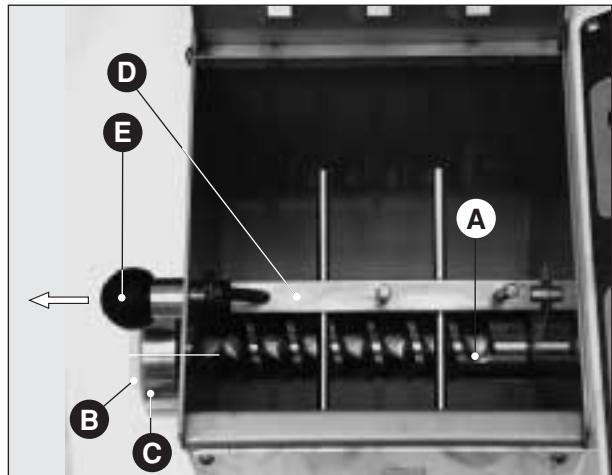

Fig. 1
- asegurarse también que el tapón de plástico (**Fig. 1 B**) sustitutivo de la hilera esté bien posicionado y la abrazadera (**Fig. 1 C**) bien cerrada;
- en fin bloquear firmemente el mezclador (**Fig. 1 D**) en su asiento mediante la perilla de cabeza (**Fig. 1 E**).